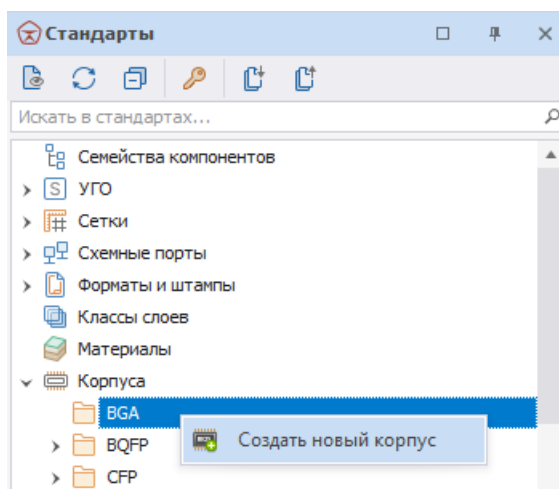

Рис. 84 Создание нового корпуса выбранного типа
2. Выберите требуемый тип корпуса, и в контекстном меню выберите пункт «Создать новый корпус», Рис. 84.